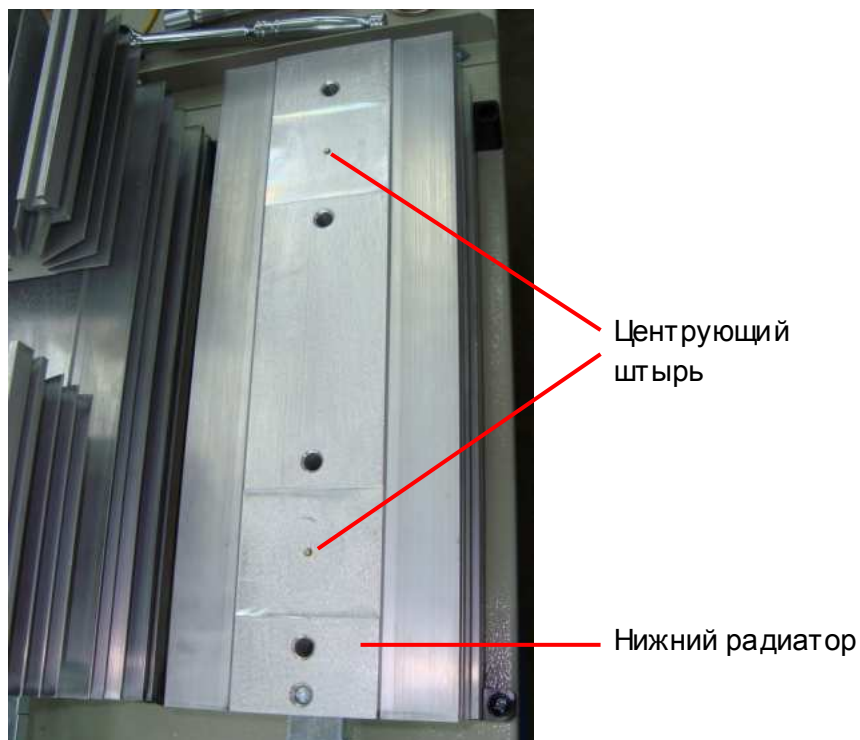

Рис. 7.1
7.1.1.1. Убедиться в наличии центрующих штырей в нижнем радиаторе (при необходимости установить их в соответствующие отверстия) (рис. 7.1).